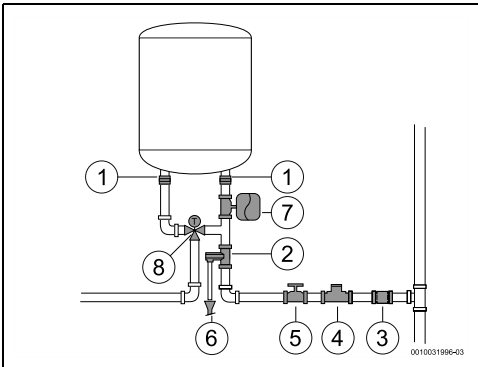

Fig. 14
- ▶ Se recomienda instalar una válvula termostática (Fig. 14, [8]) en el tubo de descarga del aparato si se utilizan tubos PEX. Ajustarla para cumplir con el rendimiento del material usado.
- ▶ No instalar nunca accesorios (diferentes a los que se muestran en la fig. 14) entre la válvula de seguridad y la entrada de agua fría (lado derecho) del aparato.
- ▶ Instalar un reductor de presión (fig. 14, [4]). La válvula de seguridad se activará siempre que la presión de agua dentro del aparato se sitúe por encima de 8 bar ( $\pm 1$  bar), por lo que será necesario planificar una forma para vaciar esta agua.
- ▶ Instalar un vaso de expansión (fig. 14, [7]) para impedir que la válvula de seguridad se abra con tanta frecuencia. El volumen del vaso de expansión debería ser equivalente al 5 % del volumen del aparato.